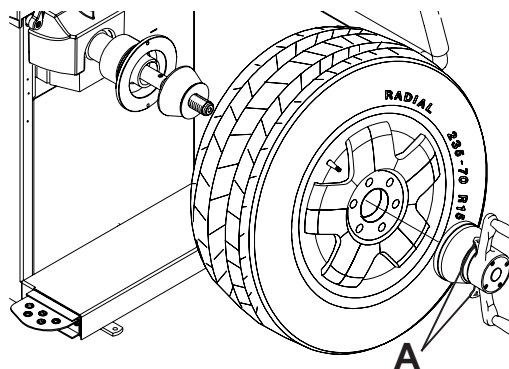

Figura 11
Monte la rueda tal y como se detalla abajo en la Figura 11
4. Apriete la tuerca rápida firmemente con ambas manos. Para hacer funcionar la tuerca rápida tire de la palanca de bloqueo y desbloqueo (A, Figura 11). Deslice la tuerca rápida en el eje roscado. Al entrar en contacto con la llanta, suelte la palanca de desbloqueo y apriétela firmemente. Para ayudar a centrar adecuadamente la rueda, hágala girar sobre el eje mientras aprieta la tuerca rápida.